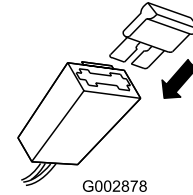

Figura 39
2. Cambie el fusible del portafusibles (Figura 39).